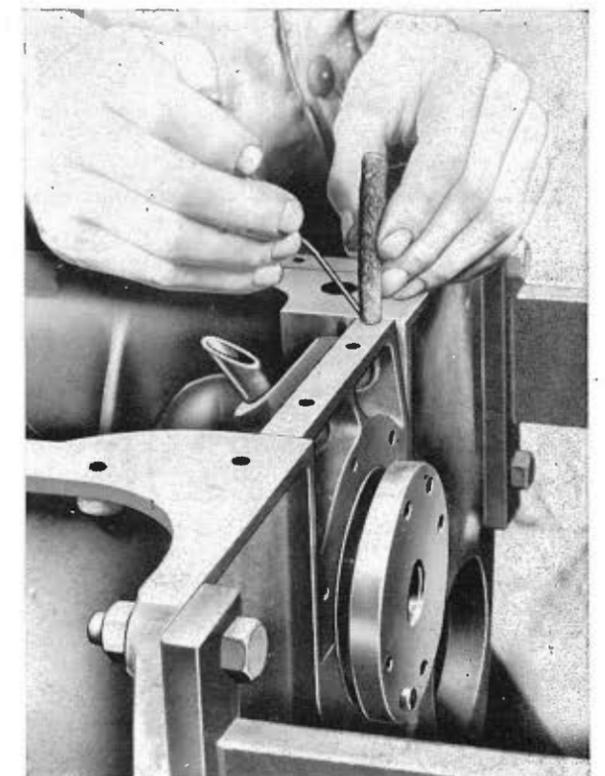

FIG. 32
- mettre en place sur le palier arrière à l'aide d'une tige appropriée comme il est indiqué sur la figure 32. Le montage s'en trouve facilité en découpant les bandes de feutre par petits morceaux que l'on engage successivement à l'aide d'un tourne-vis.